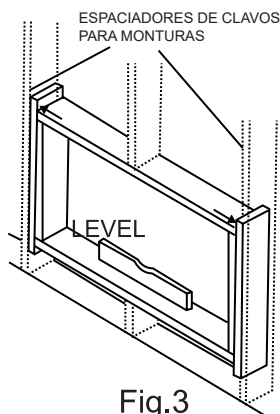

Fig.3
2. Fije el gabinete en su lugar usando clavos para mampostería o los tornillos de anclaje para mampostería adecuados. Otra forma de asegurar el gabinete es construir un marco en la pared de mampostería, como el que se muestra en la Fig. 3 del Paso 2 Preparar la pared. Fije firmemente el marco a la pared de mampostería. Esto permitirá un espacio libre adecuado para las rejillas de ventilación laterales del manguito de la pared.